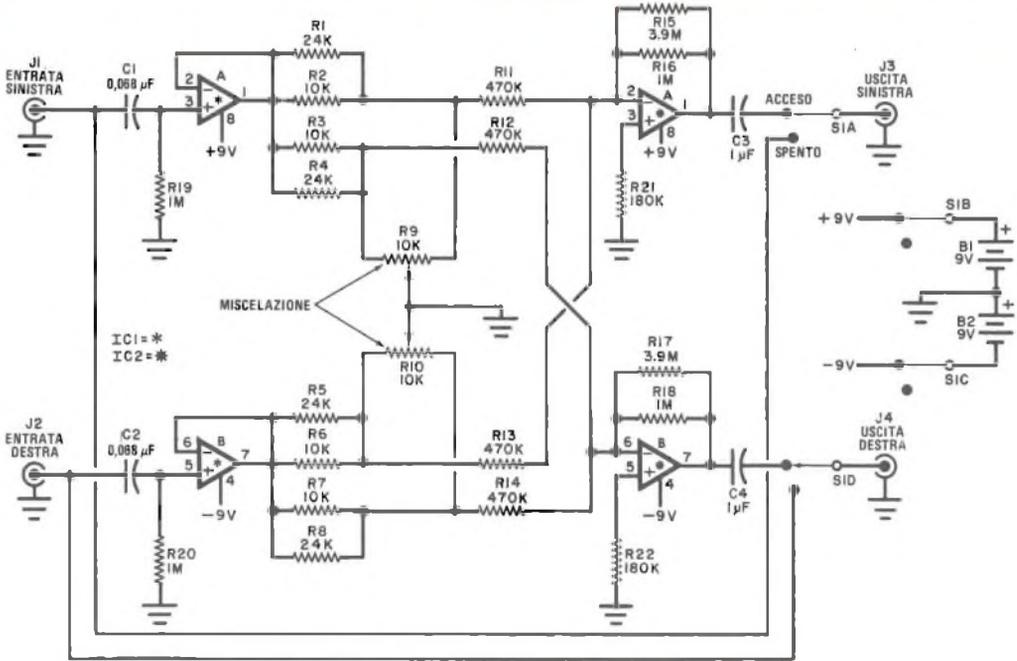

Fig. 1 - Schema del miscelatore stereo.
**Il circuito** - Lo schema del miscelatore stereo è riportato nella *fig. 1*. La parte principale del circuito consiste in due partitori di tensione variabili, composti da R1, R2, R3, R4 e R9 per il canale sinistro e da R5, R6, R7, R8 e R10 per il canale destro. I segnali d'entrata vengono applicati ai partitori di tensione attraverso i condensatori di accoppiamento C1 e C2 ed i ripetitori di tensione IC1A e IC1B.